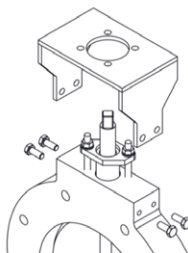
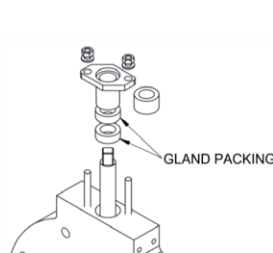

Figure 6
Figure 7
Pour remplacer le joint d'axe supérieur (7), il faut d'abord retirer l'arcade de l'actionneur (2) en dévissant les 4 boulons (11) (Figure 6). Dévissez ensuite les deux écrous des tirants (Figure 7) et retirez-les. Retirer la bride de presse-étoupe (9) pour libérer la garniture de presse-étoupe et le palier d'axe. Pour remplacer le joint d'axe inférieur, dévisser les deux boulons (10) pour libérer la garniture de presse-étoupe inférieure et le palier d'axe.